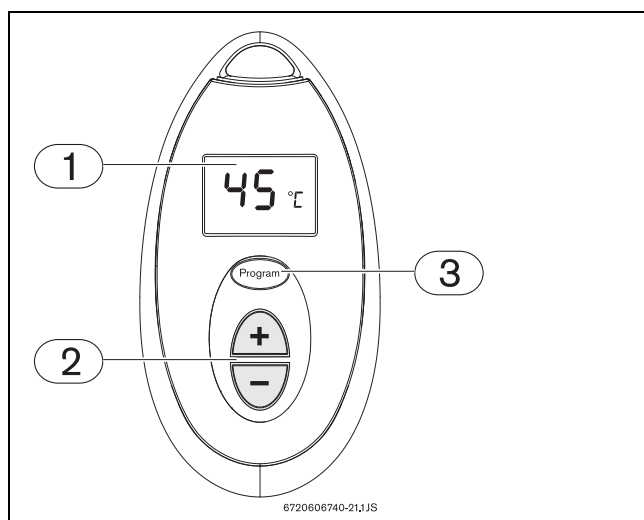

Fig. 23 Guardar en memoria la temperatura del agua
- (Fig. 23, pos. 2) hasta que figure la temperatura deseada en la pantalla del mando a distancia (Fig. 12, pos. 1).
- Usted podrá guardar en la memoria esta temperatura presionando la tecla Programar del mando a distancia.(Fig. 23, pos. 3) durante 3 segundos.